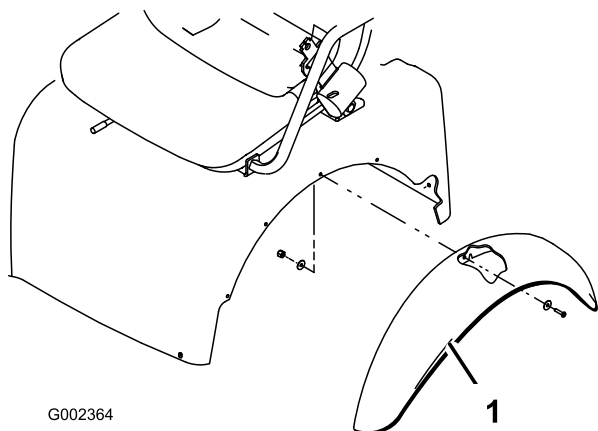

Figura 3
1. Desaperte as porcas de bloqueio e os parafusos que prendem o suporte das luzes da alavanca traseira dos suportes dos chassis da direita e esquerda (Figura 3).